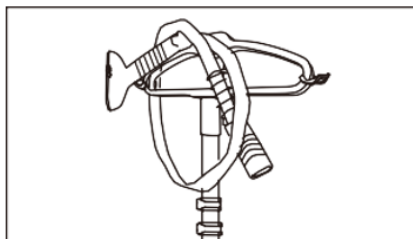

Рис. 10
- Оберніть шланг один раз навколо телескопічної стійки (див. Рис. 10). Встановіть парову насадку на її тримач.